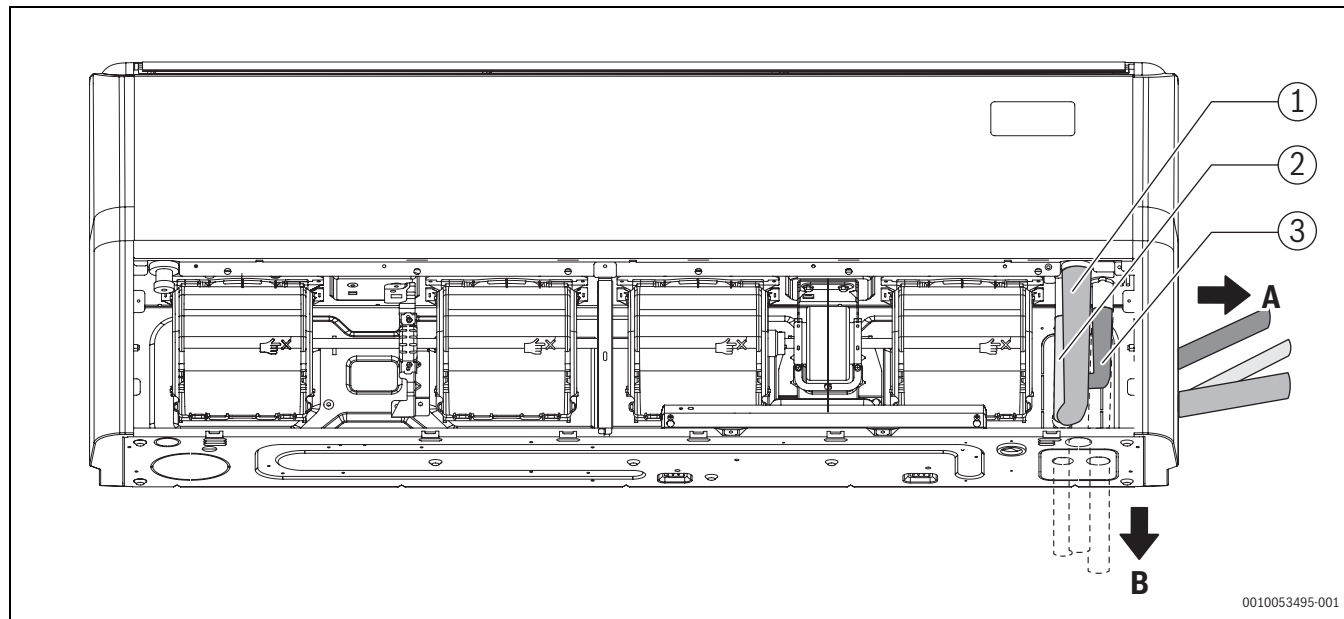

Fig. 6 Direcția de ghidare a țevelor de agent frigorific și de evacuare.
- ▶ Efectuați orificiile circulare pentru a preveni obiectele nedorite din interiorul aparatului la racordarea țevelor (→ Fig. 6).